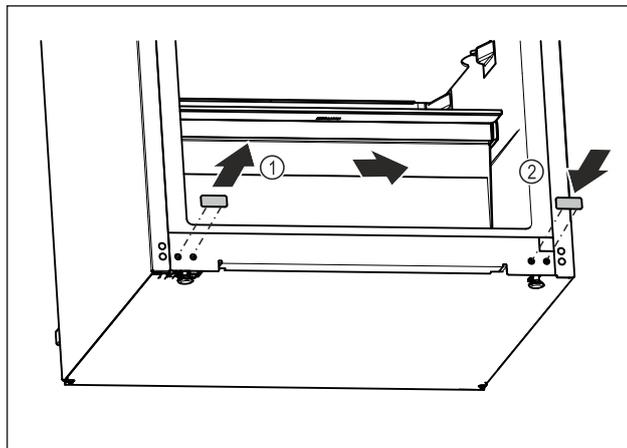

Fig. 16
- ▶ Izvucite pokrovni čep. Fig. 16 (1)
- ▶ Umetnite pokrovni čep na suprotnu stranu. Fig. 16 (2)